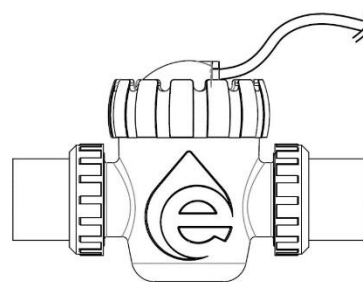

Figure 4
4. Fixez les électrodes à l'intérieur de la porte-électrode et serrez l'écrou de la cellule ; connectez le câble d'électrode à l'unité de contrôle ; serrez l'écrou afin d'assurer le bon contact (Figure 4).